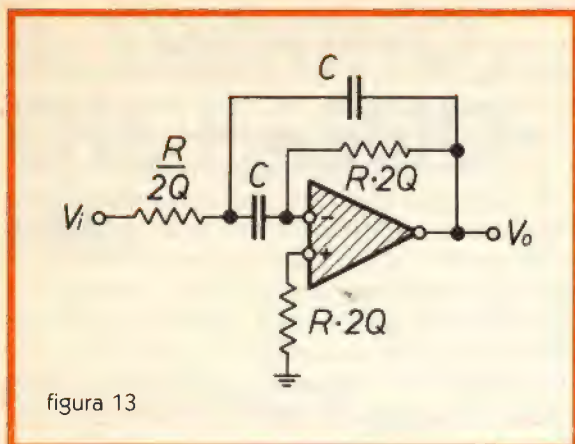
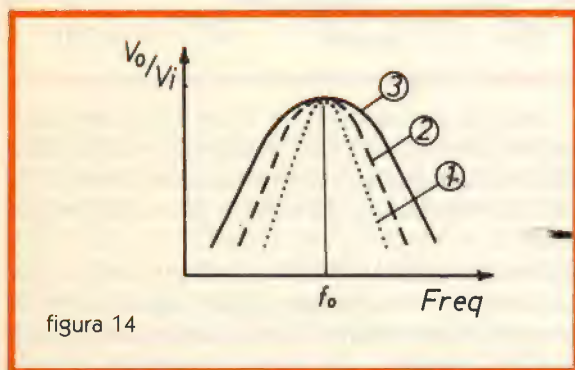

figura 13
figura 14
No, non me li sono dimenticati, solo che occorre arrivare a questo punto, cioè introdurre i filtri del secondo ordine, per potere parlare dei filtri passa banda, che sono a tutti gli effetti filtri del secondo ordine. Un circuito che realizza questo tipo di funzione è quello disegnato in figura 13, mentre il suo diagramma V_o/V_i in funzione della frequenza è riportato in figura 14. Anche qui avremo diversi tipi di comportamento a seconda dello smorzamento, evidenziati dalle tre curve. Dato che però in questo caso i valori più comunemente usati per s sono molto piccoli, anziché s si preferisce usare il suo inverso: $Q = 1/s$. Le tre curve riportate in figura 14 possono corrispondere approssimativamente a valori di Q pari a 5 (curva 3), 20
(curva 2), 50 (curva 1). Dalla solita formula (1) sarà possibile anche questa volta ricavare i valori di R e di C. Osservate però che nel circuito di figura 13 solo i due condensatori sono uguali, mentre le resistenze sono diverse e i loro valori dipendono dal fattore Q che si è scelto. Con questo circuito è bene non salire con i valori di Q troppo in alto, diciamo che è bene non andare oltre 10.
Come ultima cosa, desidero fare notare che la pendenza delle tre curve di figura 14 ai due lati di f_o è uguale per tutte e tre e vale 6 dB per ottava come d'altronde era logico aspettarsi, dato che il passa banda non è altro che la somma di una cella passa basso e una passa alto del primo ordine.
È chiaro che in questo caso occorrerà un filtro passa banda a banda stretta (cioè molto appuntito, e quindi, ad alto Q) che, lasciando passare solo la frequenza fondamentale dell'oscillatore e attenuando ogni altra frequenza ai suoi lati, potrà adeguatamente «ripulire» il segnale dell'oscillatore. Utilizzeremo il circuito di figura 13, e sceglieremo un valore di Q pari al massimo consentito con questa configurazione, cioè 10.